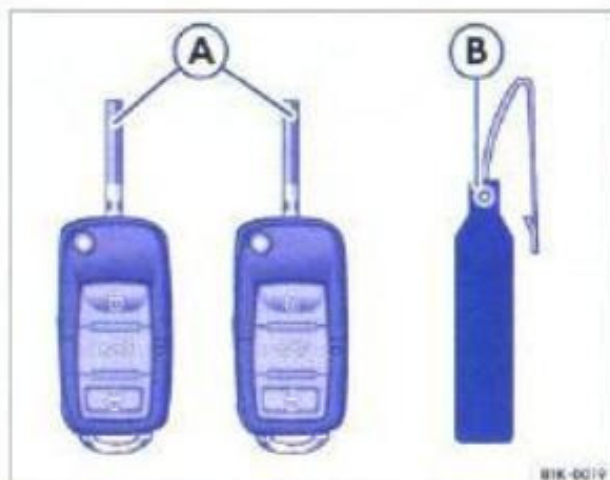

Fig. 22 Setul de chei
- două chei cu telecomandă ⇒ fig. 22 A cu inel extensibil,
Numai cu ajutorul seriei cheilor de pe brelocul ⇒ fig. 22 B se pot face copii ale cheilor dvs. De aceea: